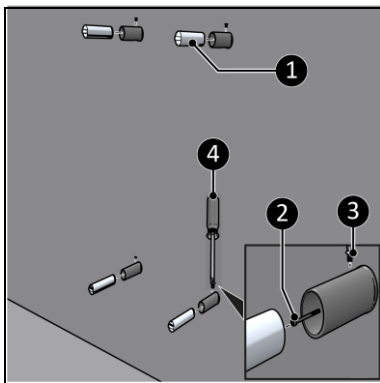

Figura 8
7. Fixați cele patru suporturi exterioare de perete cu șuruburi autofiletante (Figura 8, poz. 2) în cele patru dibluri.
8. Atașați cele patru suporturile interioare de perete (Figura 8, poz. 1) la suporturile exterioare de perete cu șuruburile mici (Figura 8, poz. 3) folosind o șurubelniță Phillips (Figura 8, poz. 4).